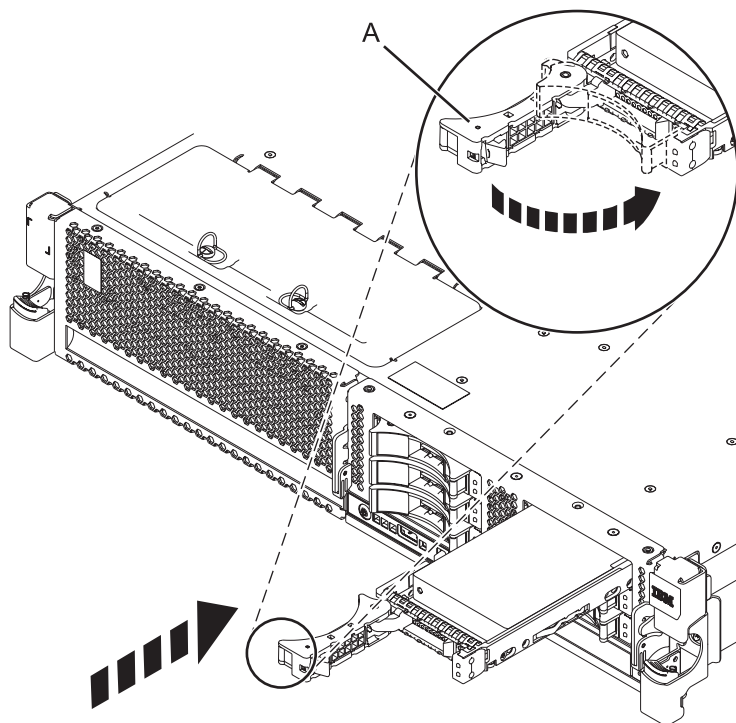

Figure 26. Installation d'une unité de disque dans l'unité centrale
4. Faites glisser complètement l'unité de disque ou l'unité SSD dans l'unité centrale ou l'unité d'extension, et poussez la poignée de l'unité (A) jusqu'à ce qu'elle s'enclenche. Pour plus d'informations, voir figure 26, à la page 44.